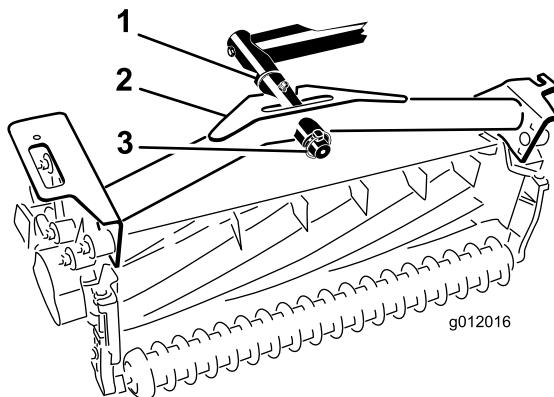

Figure 19
- Poussez le bâti porteur de l'unité de coupe sur la tige de pivot et fixez-le avec une goupille à anneau (Figure 19).